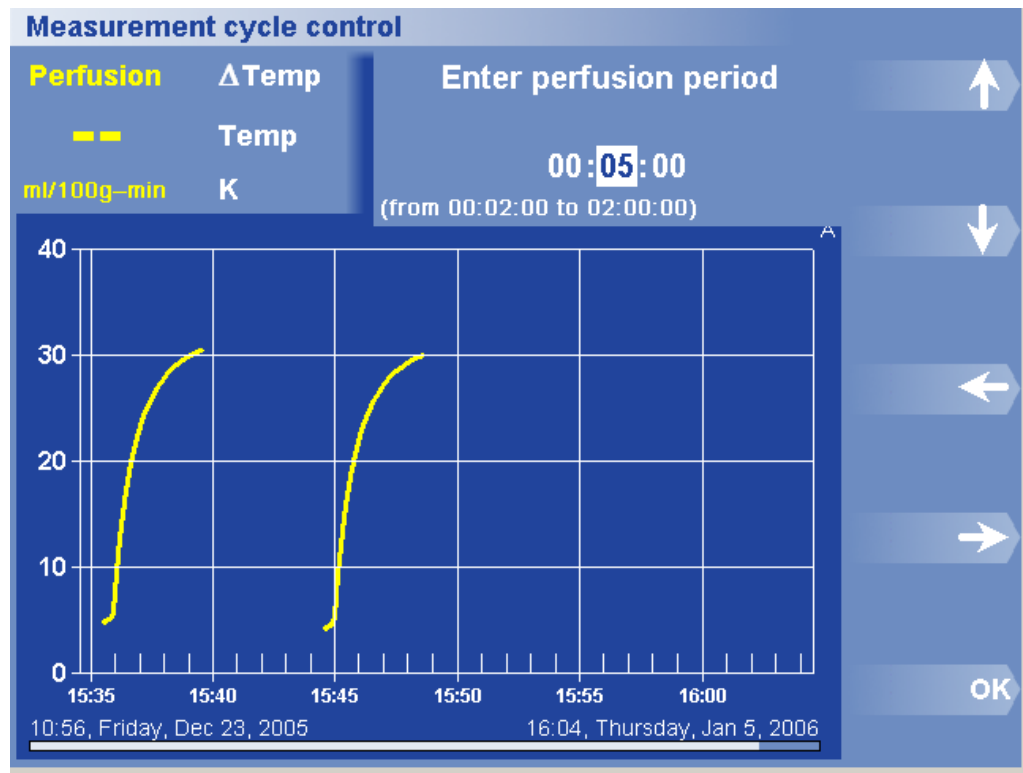

Figure 41. Boîte de dialogue et menu Période de perfusion
2. Cliquez sur Période de perfusion. La boîte de dialogue Période de perfusion apparaît (figure 41).